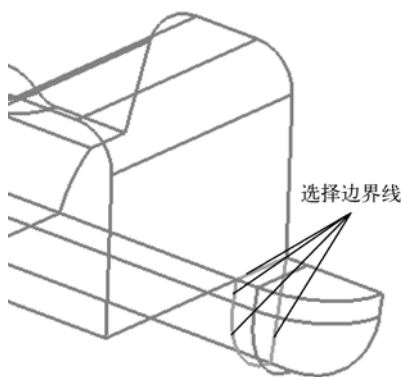

图 5-2 选择边界
(1) 进入 solid edit 面板。
(2) 选择 trim with lines 子面板。
(3) 在 with bounding lines 栏下激活 solids 选择器。单击模型任意位置，此时整个模型被选中。
(4) 激活 lines 选择器，在图形区选择如图 5-2 所示线。